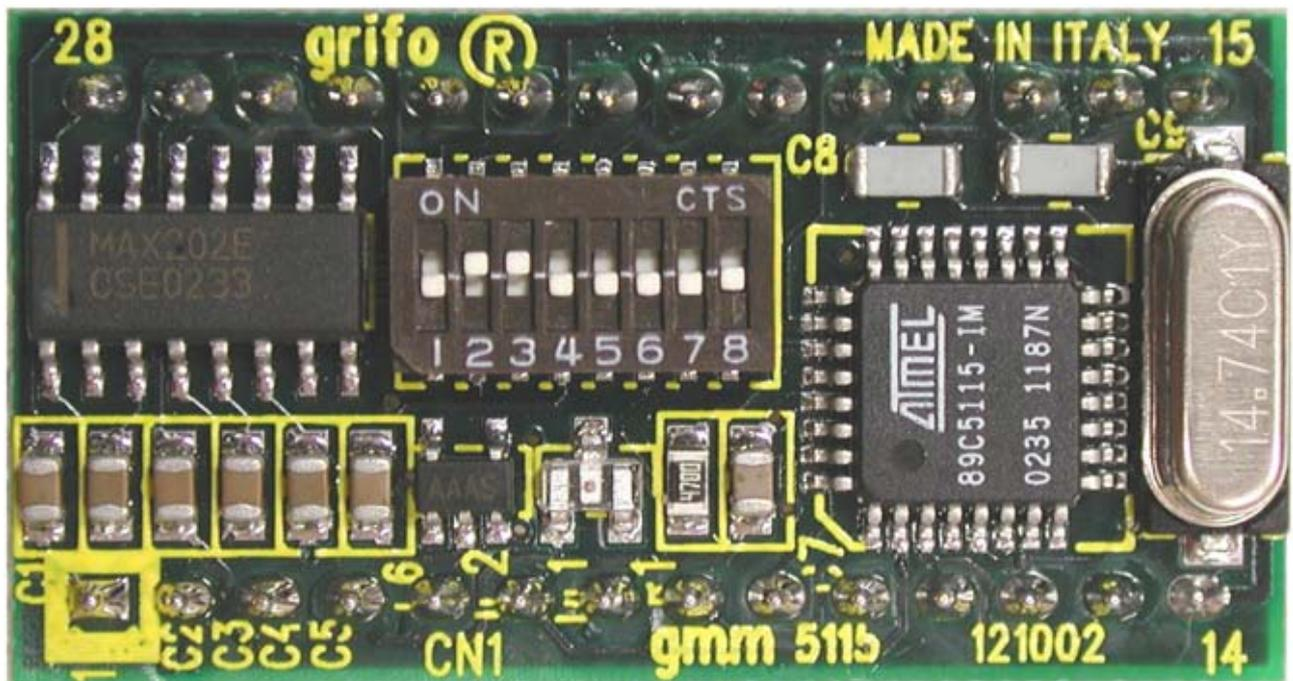

FIGURA 5: FOTO SCHEDA GMM 5115
FIGURA 5: FOTO SCHEDA GMM 5115 .....	7
- A1) Realizzare il collegamento descritto nella figura 5 o installare il Mini Modulo su una **GMM TST** o una **GMB HR84** facendo riferimento al manuale di tali schede